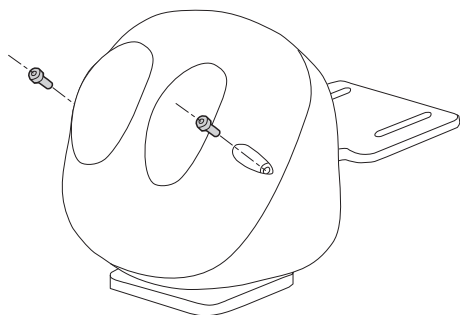

Fig. 1
Dévissez les vis et soulevez la coquille (Fig. 1, page 5).
Serrez la tourelle. Serrez les vis avec un couple de 1.2Nm (Fig. 1, page 5).
2. Dévissez les vis et soulevez la coquille (Fig. 1, page 5).
10. Fermez la tourelle. Serrez les vis avec un couple de 1.2Nm (Fig. 1, page 5).